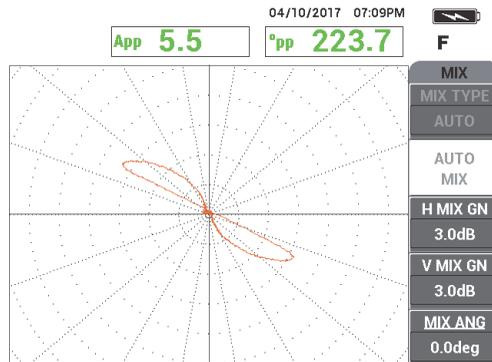

Figura 5-171 Il segnale del foro passante dopo l'esecuzione della funzione AUTO COMB.
7. Effettuare una scansione lenta solamente del foro passante da 1,3 mm e premere il comando ERASE (cancella) dell'interruttore a pedale per cancellare la schermata. Quando il segnale del foro è visibile sulla schermata del NORTEC 600, premere il tasto FREEZE (❄) [vedere Figura 5-171 a pagina 262].